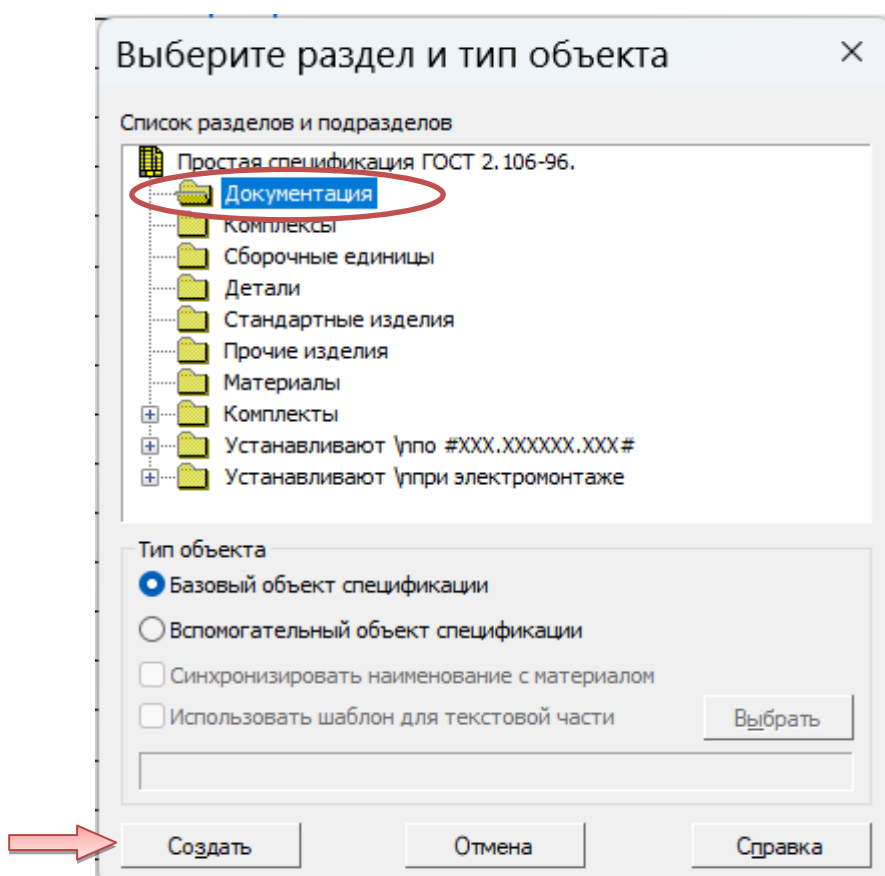

Рис. 3.9. Создание раздела «Документация»
- В списке разделов укажите «Документация» и нажмите кнопку «Создать» (рис. 3.9).